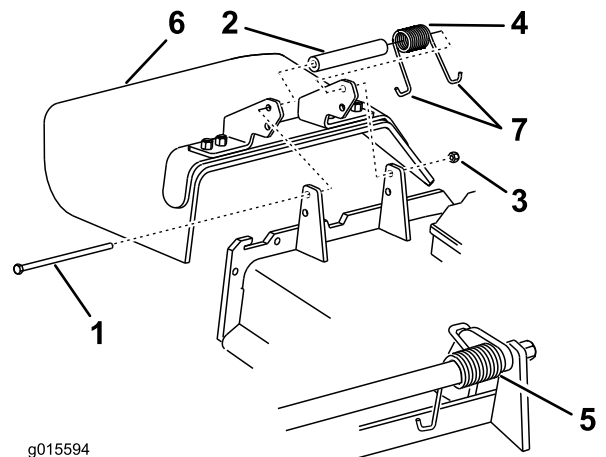

Figure 97
Remarque: Prenez soin de placer une extrémité en **J** du ressort derrière le bord du plateau avant de mettre le boulon en place, comme indiqué à la Figure 97.
3. Remettez le boulon et l'écrou en place. Accrochez une extrémité en **J** du ressort au déflecteur d'herbe (Figure 97).
1. Retirez le contre-écrou, le boulon, le ressort et l'entretoise qui fixent le déflecteur aux supports de pivot (Figure 97). Enlevez le déflecteur s'il est endommagé ou usé.